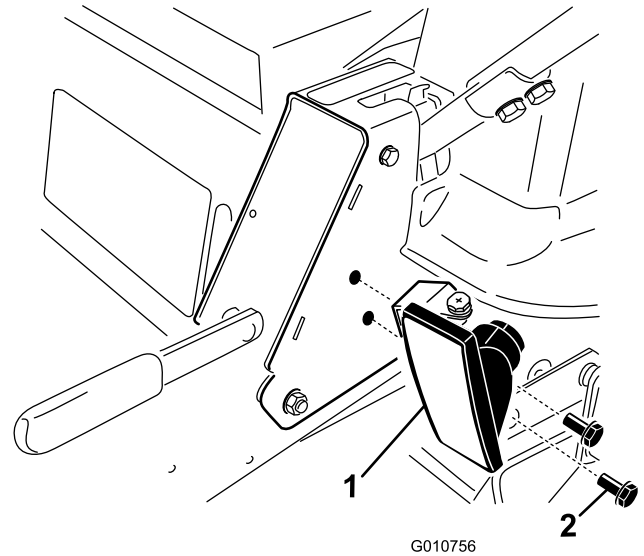

Figura 9
4. Instale el faro en el bastidor en los taladros perforados, con el orificio de drenaje hacia abajo, usando dos tornillos autorroscantes (1/4 x 1/2 pulgada) según se muestra en Figura 9. No los apriete todavía.